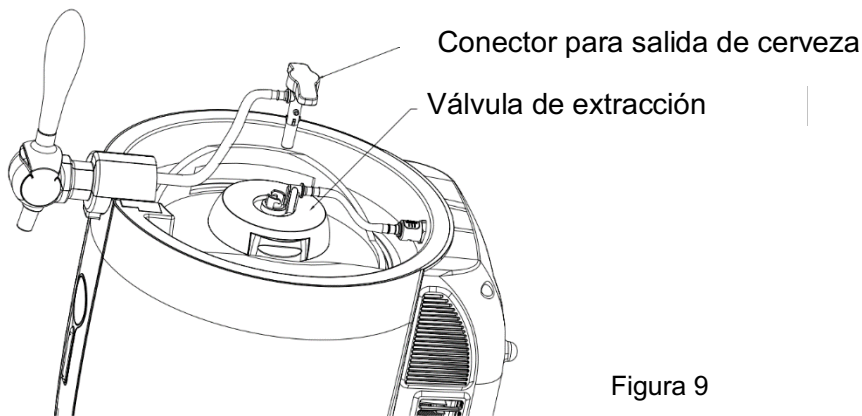

Figura 9
11. Inserte el extremo libre de la tubería de cerveza (que ya debe estar acoplada al conector de salida de cerveza) en el grifo, dejando el conector alineado con el orificio metálico de la válvula en el centro del tonel. Empuje el conector hacia abajo y gírelo en sentido horario para sellar la conexión (como se muestra en la Figura 9).